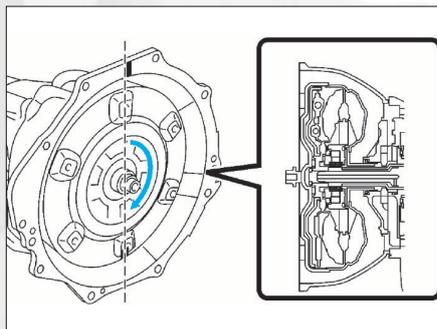

FIG. 14
- engager les cannelures de l'axe de stator et le stator tout en faisant tourner le convertisseur de couple (**fig. 14**).